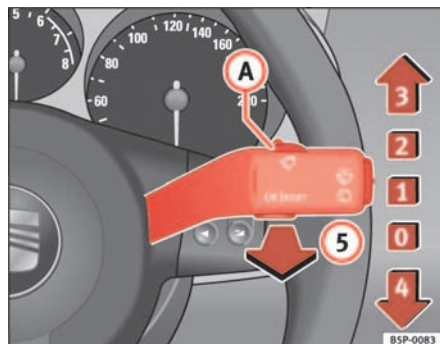

Abb. 86 Scheibenwischer- und Scheibenwascherhebel
Der Scheibenwischerhebel $\Rightarrow$ Abb. 86 hat folgende Stellungen:
• Wenn bei eingeschalteter Wischerstufe ② ⇒ Seite 120, Abb. 86 oder ③ das Fahrzeug anhält, wird automatisch auf die nächste Stufe heruntergeschaltet. Fährt das Fahrzeug wieder an, wird erneut auf die eingestellte Wischerstufe hochgeschaltet.